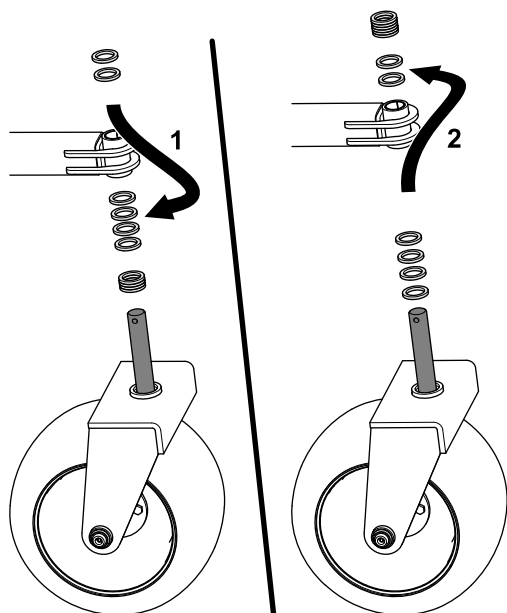

Figure 6
5. Déposez les entretoises et la roue pivotante (Figure 6).
6. Pour élever le rouleau, placez des entretoises sur la roue pivotante. Pour baisser le rouleau, enlevez des entretoises de la roue pivotante (Figure 6).
7. Montez la roue pivotante sur le bras de roue pivotante et placez les entretoises restantes dessus (Figure 6).